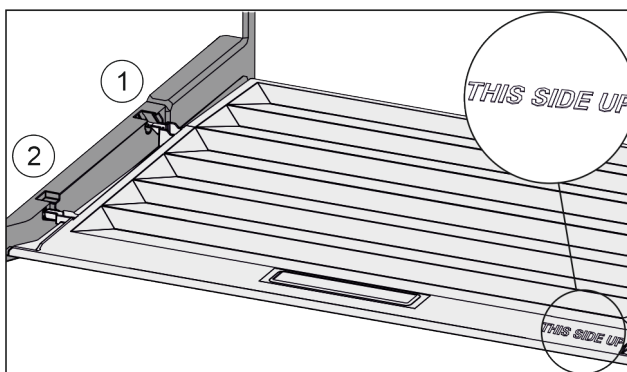

Fig. 162
- ▶ Robova predala vstavite nad odprtino zadnjega držala *Fig. 162 (1)*, spredaj pa ju zataknete v držalo *Fig. 162 (2)*.